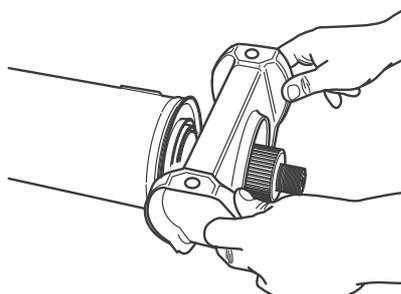

Figura 9.14
2. Alinhe cuidadosamente o novo conjunto de rolamento de centro com a superfície usinada do eixo de acoplamento. Use suas mãos para empurrar o rolamento central no eixo de acoplamento. Figura 9.14.